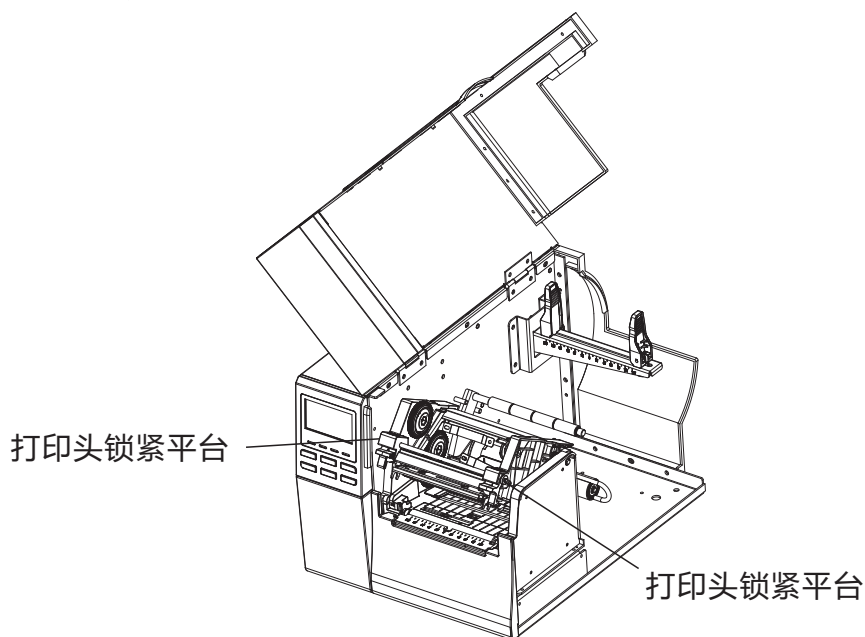

图15
2.7.7 如图15,紧紧向下按压打印头锁紧平台（如图所示位置）以关闭打印头模块，直到听到打印头卡扣发出声音。